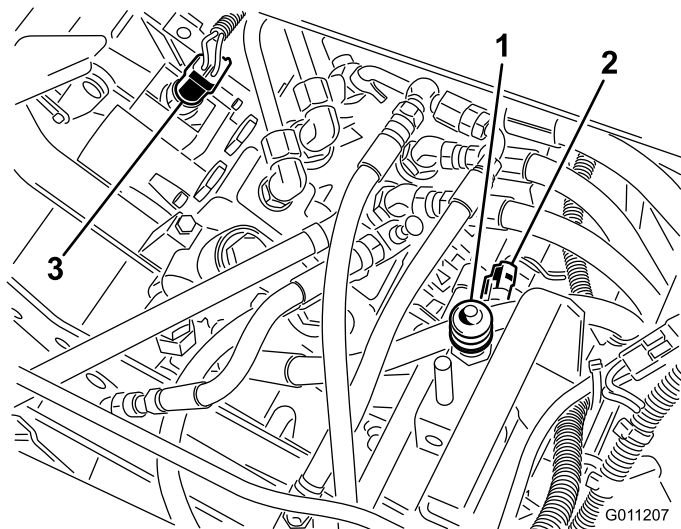

Figura 46
2. Retire a cobertura da extremidade do botão do interruptor do banco (Figura 46) e guarde-a para instalação no interruptor de substituição. Desligue as fichas dos interruptores.
2. Desligue as fichas dos interruptores do interruptor de tracção instaladas no acoplamento das válvulas na secção das válvulas selectoras (Figura 46).
2. Desligue as fichas dos interruptores da extremidade do interruptor de corte/elevação instalado no acoplamento das válvulas (Figura 46).